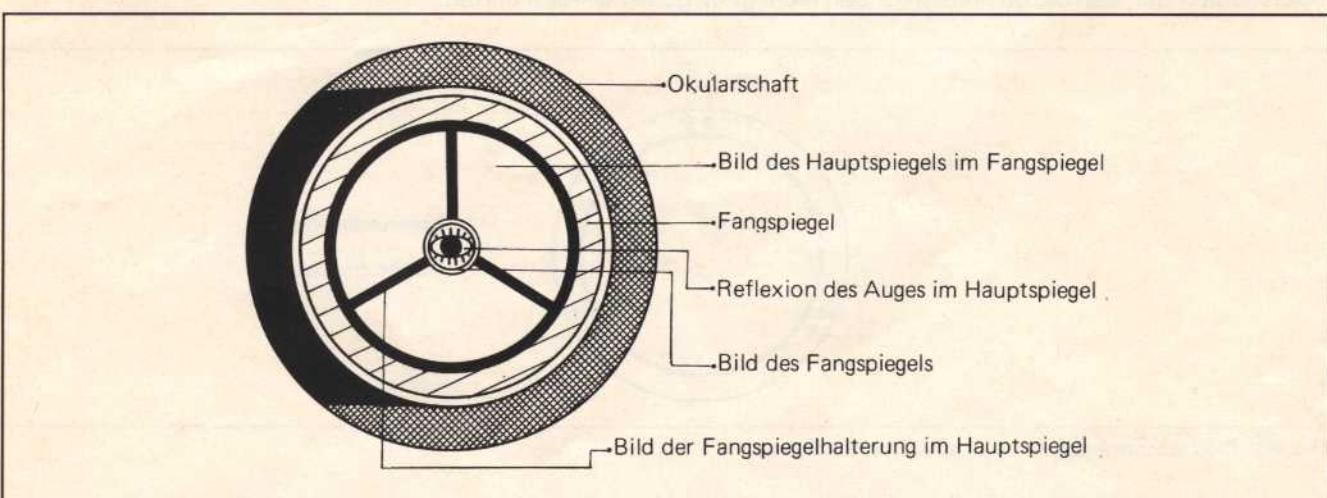

Abb. 46: Perfekt zentriertes Spiegelteleskop
- f) Die optischen Komponenten sind nun zentriert, bei Einblick in den Okularstutzen sollten alle Teile konzentrisch angeordnet sein (Abb. 46).